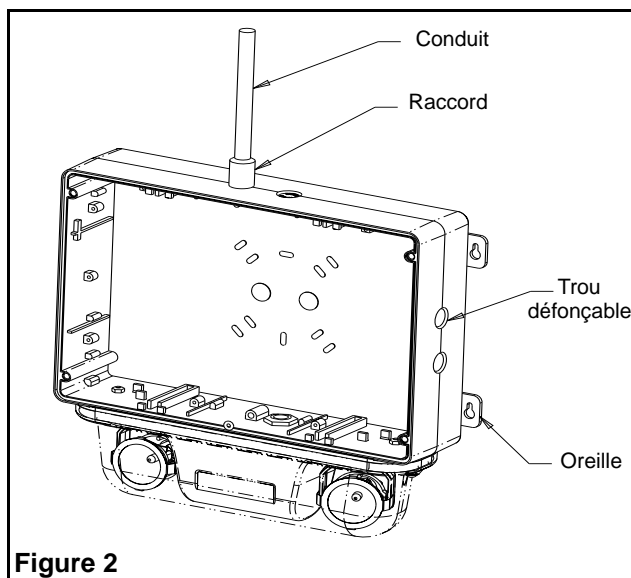

Figure 2
**Montage mural (figure 2):**
- a. Installer l'unité au mur en utilisant 4 vis (non fournies). Utiliser les oreilles situées sur les côtés (voir Fig 2).